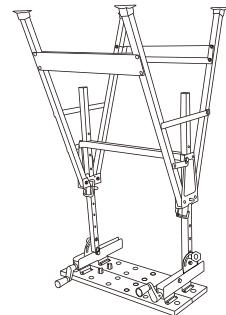

рис.4
- Возьмите собранную станину с зафиксированными перекладинами, переверните её так, чтобы парные вертикальные опоры станины были направлены вверх; затем аккуратно установите перевёрнутую станину на свободные концы вертикальных стоек рабочего стола через отверстия в поперечной стяжке каркаса рабочего стола [см. рис. 4]